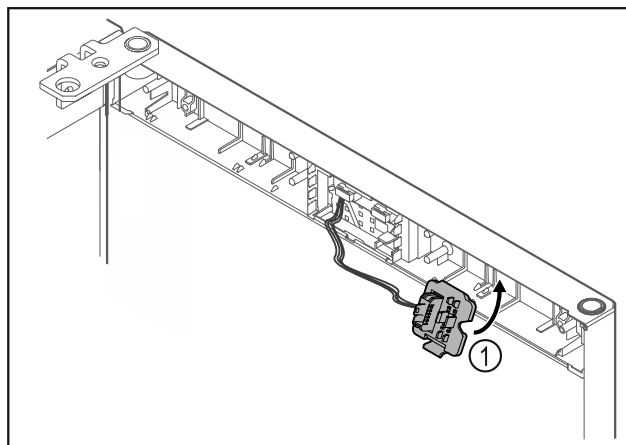

Fig. 16
- Clipser le support de connecteur Fig. 16 (1) du côté opposé.*